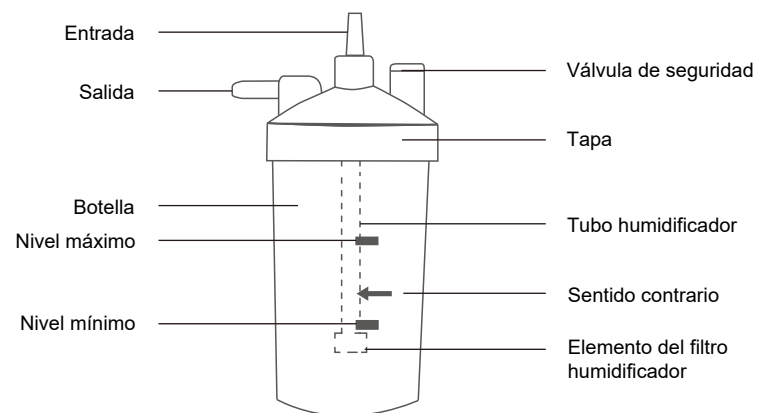

Figura 5: Componentes del Humidificador
- Desenrosque la botella del humidificador en el sentido de las agujas del reloj. Llene la botella con agua pura (o agua destilada) hasta el nivel entre MÁXIMO y MÍNIMO. No llene la botella del humidificador por encima del nivel MÁXIMO. (Figura 5)